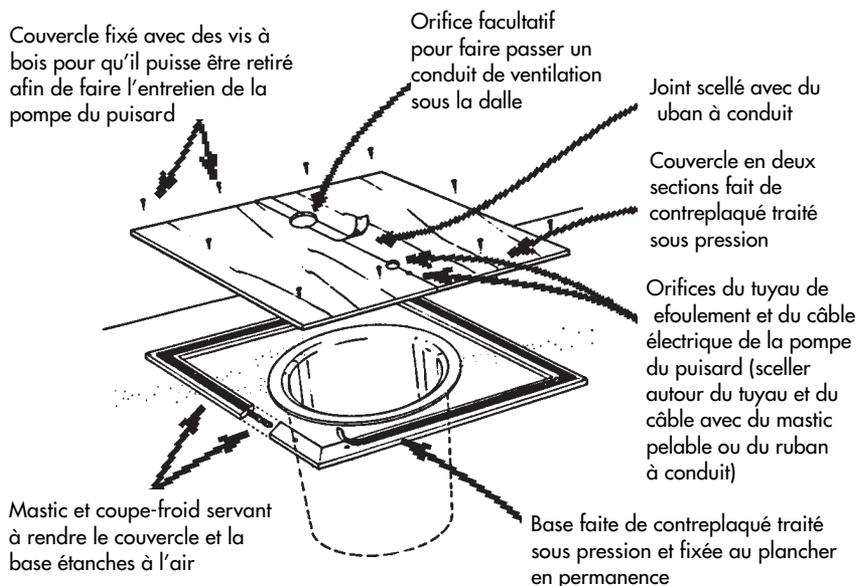

Figure 8. Scellement des puisards ouverts
- **Puisards ouverts.** On peut sceller le puisard en y installant un couvercle étanche à l'air (voir la **Figure 8**). Si le puisard sert également d'avaloir de sol, il suffit d'ajouter un siphon spécial au couvercle étanche et d'enfoncer légèrement celui-ci dans la cavité du puisard.